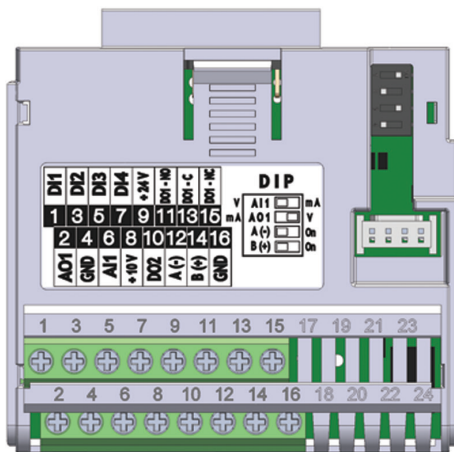

Figura 17.1: Módulo Plug-in CFW500-IO5
El módulo plug-in CFW500-IO5 posee solamente la interfaz Serial (1) a través de la puerta RS-485 en los bornes 12(A-) y 14(B+), vea la Figura 17.1 en la página 17-1.